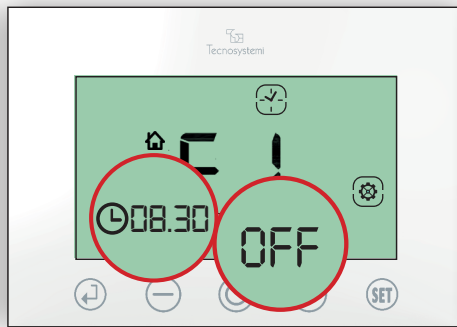

Fig.29
- 1.4 Impostare l'orario di spegnimento OFF della fascia F1 (08.30) e confermare con  (Fig.29)